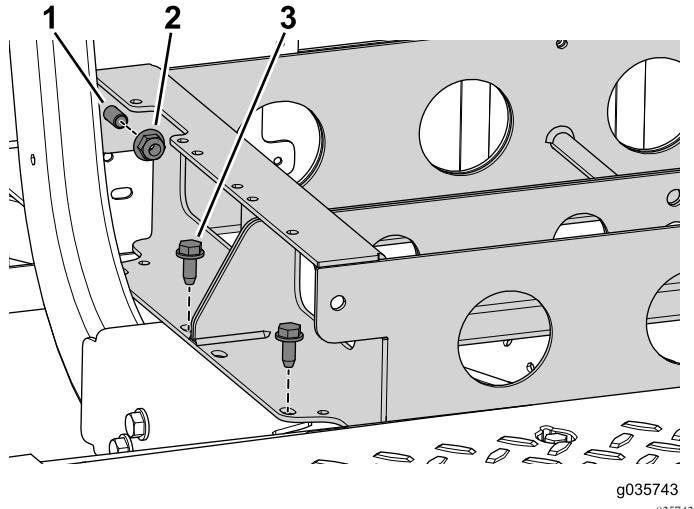

Рисунок 83
2. С помощью 4 болтов (3/8 x 1 дюйм) прикрепите передний поддон аккумуляторных батарей к автомобилю (Рисунок 83).
1. С помощью двух фланцевых гаек и болтов соедините передней и задний поддоны аккумуляторных батарей вместе (Рисунок 83).